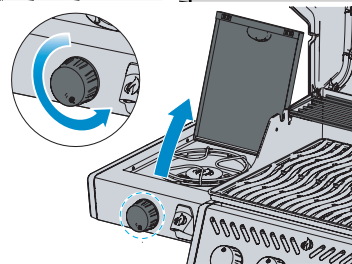

Fig. 2
4. Jeśli palnik nie zapali się - przekręcić pokrętło sterujące palnika zgodnie z ruchem wskazówek zegara do pozycji WYŁ. (OFF). Odczekać 5 minut. Powtórzyć kroki 2 i 3. (Rys. 2)